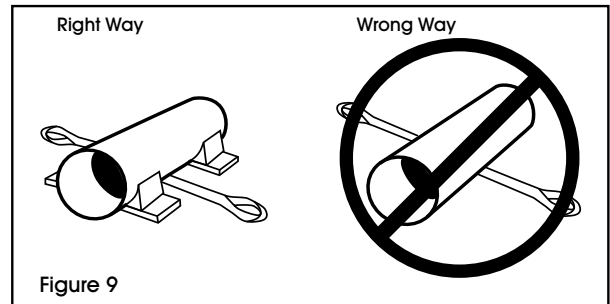

Figure 9
- Il ne faut pas tirer une élingue du dessous d'un chargement lorsqu'il repose sur l'élingue. Avant de soulever un chargement, il faut préparer un endroit où le déposer. On peut utiliser un morceau de bois permettant d'avoir de l'espace pour retirer l'élingue et prévenir le déplacement du chargement. (Voir Figure 9)